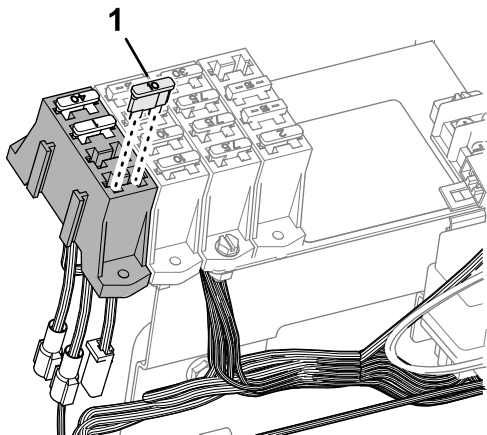

Figura 21
5. Inserte el fusible (10 A) en la ranura del bloque de fusibles en el conector OPTIONS POWER (alimentación opcional) (Figura 21).